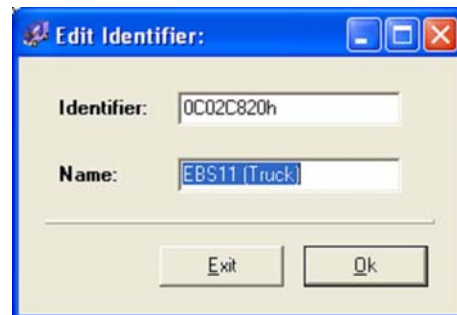

Fig. 6 Finestra di dialogo per la modifica di un identificatore
- Inserire in questa finestra di dialogo l'ID del nome da poter scegliere a piacere (si veda fig. 6).